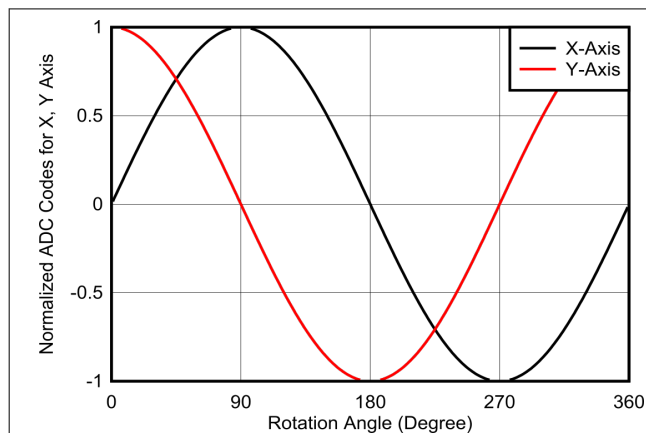
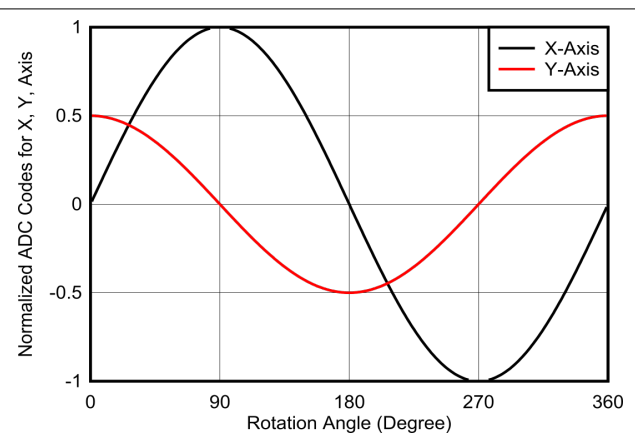

图 7-10. 进行同轴测量时 360 度全方位旋转的 X 和 Y 传感器数据
图 7-11. 进行离轴测量时 360 度全方位旋转的 X 和 Y 传感器数据
- 完整 360 度旋转的归一化图如图 7-10 或图 7-11 所示。